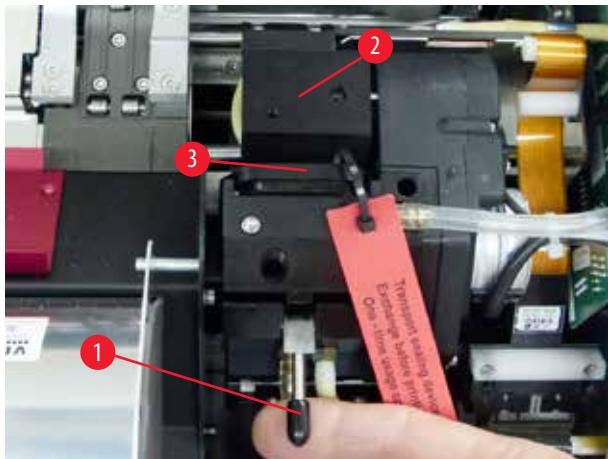

图 30
4. 打印头 (→ "图 30-2") 向上移动到距离密封缘 (→ "图 30") 大约 1 cm 的位置。